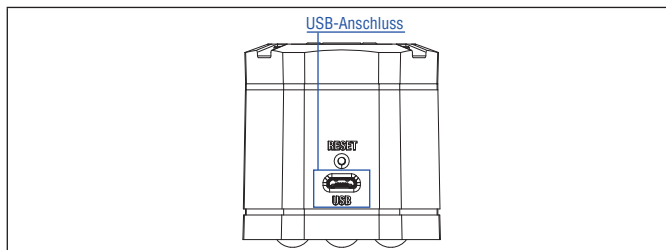

Abb. 78: USB-Buchse am TempoLink® Sensorassistenten
1. Stecken Sie den Micro-USB-Stecker des USB-Kabels in den Anschluss „USB“ an den TempoLink® Sensorassistenten (Abb. 78).